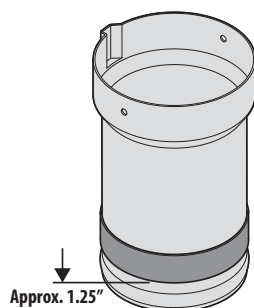

Figure 22
3. Collez une bande autocollante en caoutchouc (735-05020) sur la rallonge de la goulotte à 1,25 po de l'extrémité plus étroite de la rallonge (à ¼ po de la bride) comme indiqué dans la Figure 22.